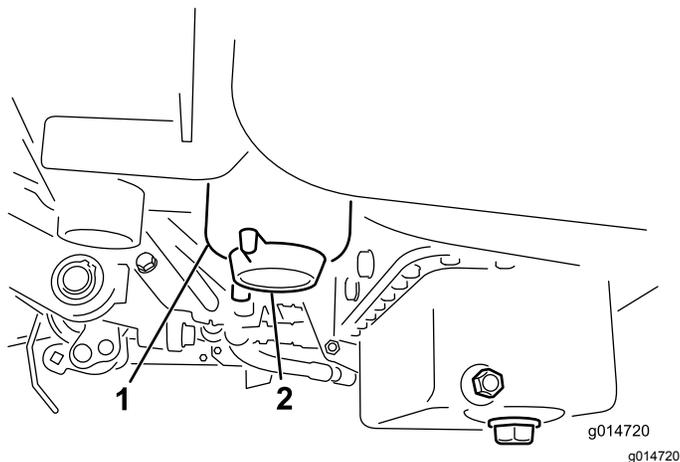

Bild 34
2. Reinigen Sie den Anbaubereich der Filterglocke (Bild 34).
4. Öffnen Sie die Filterablassschraube (Bild 34).